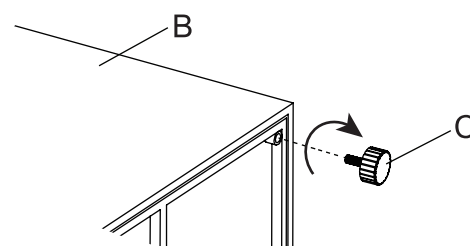

Figure 1
1. Con l'aiuto di un'altra persona, posizionare con attenzione il braciere (B) su una superficie piana e non abrasiva per evitare graffi. Controllare i quattro angoli inferiori, allineare i piedini (C) con i fori e avvitare in senso orario (vedi Figure 1).